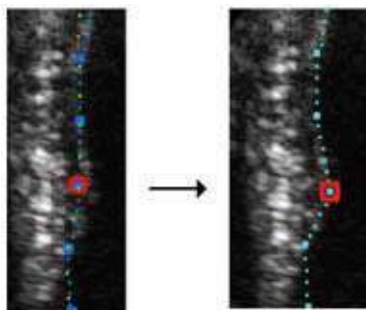

Figura 12-115. Selectați un punct de ancorare pe limita interioară a traseului
2. Dacă e nevoie, deplasați cursorul trackball-ului peste urma limitei interioare, selectați un punct de ancorare (un cerc roșu), apăsați SET (SETARE) și corectați traseul glisând punctul de ancorare într-o nouă locație (Figura 12-115 de la pagina 12-257). Forma traseului de delimitare se va actualiza corespunzător.